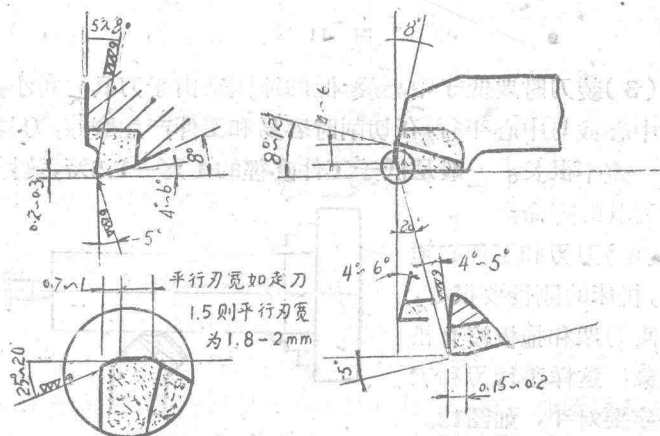

图 10
(3)在主切削刃、过渡刃、平行刃都要磨上-5°倒棱,宽度为0.2—0.3公厘,并磨一个断屑槽。图10是90°的刀具。